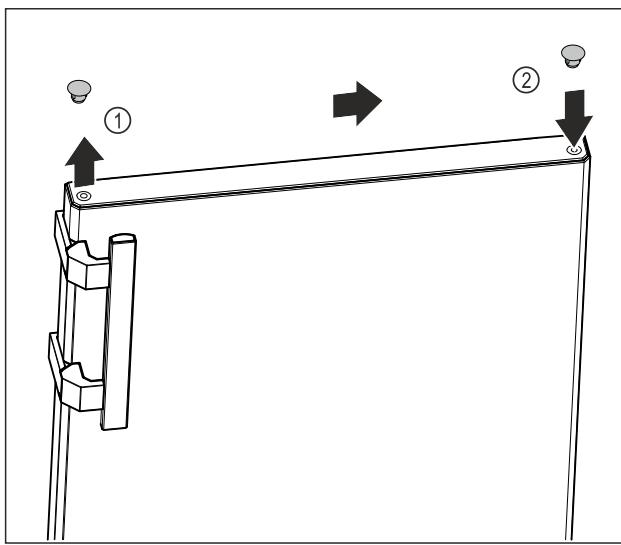

Fig. 17
- Oprezno podignite pokrovni čep na gornjoj strani vrata Fig. 17 (1) s pomoću križnog odvijača.
- Umetnite pokrovni čep na suprotnu stranu. Fig. 17 (2)